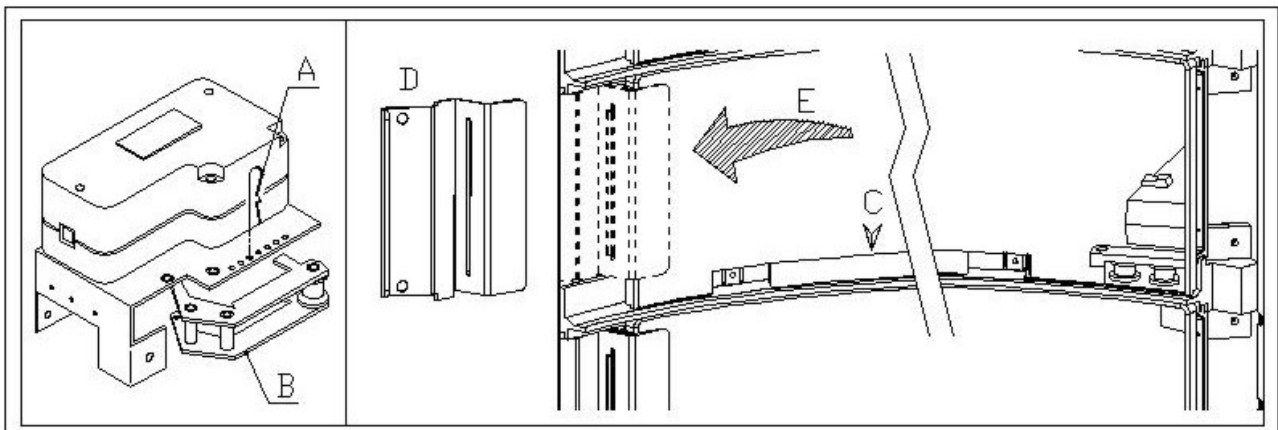

FIG. 15
### 8.9 SUSTITUCIÓN DE LA CORREA MOVIMIENTO VENTANILLAS (FIG. 15)
- Quitar el pasador de bloqueo de la tensión de la correa interesada, pos. A FIG. 15;
- Extraer por abajo el grupo tensor pos. B FIG. 15 hasta sacarlo del todo;
- Sacar la cuchilla trasera pos. C FIG. 15 (puede haber como opcional);
- Desmontar de sus soportes la lámpara neón montada en la puerta interior; extraer los tornillos que fijan el tope de la puerta pos. D FIG. 15, y desmontar la puerta en el sentido indicado con la flecha pos. E;